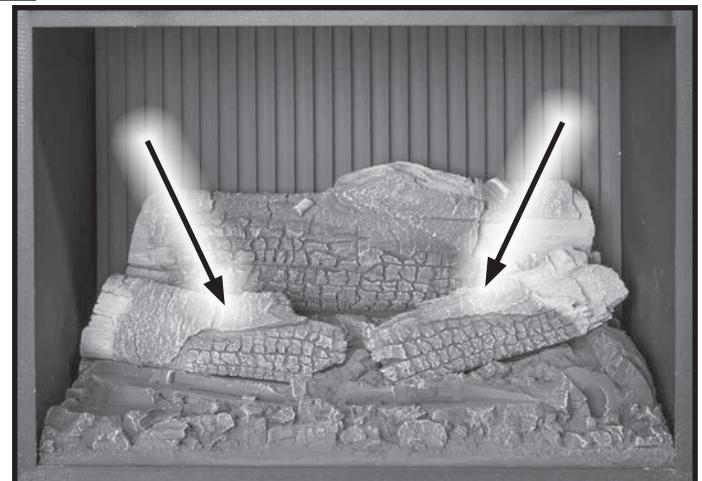

Figure 40. Arrières bûches
4. Ensuite, installez les deux grands bûches qui sont plat en-dessous dans le milieu du lit d'embres comme indiqué sur la Figure 40.